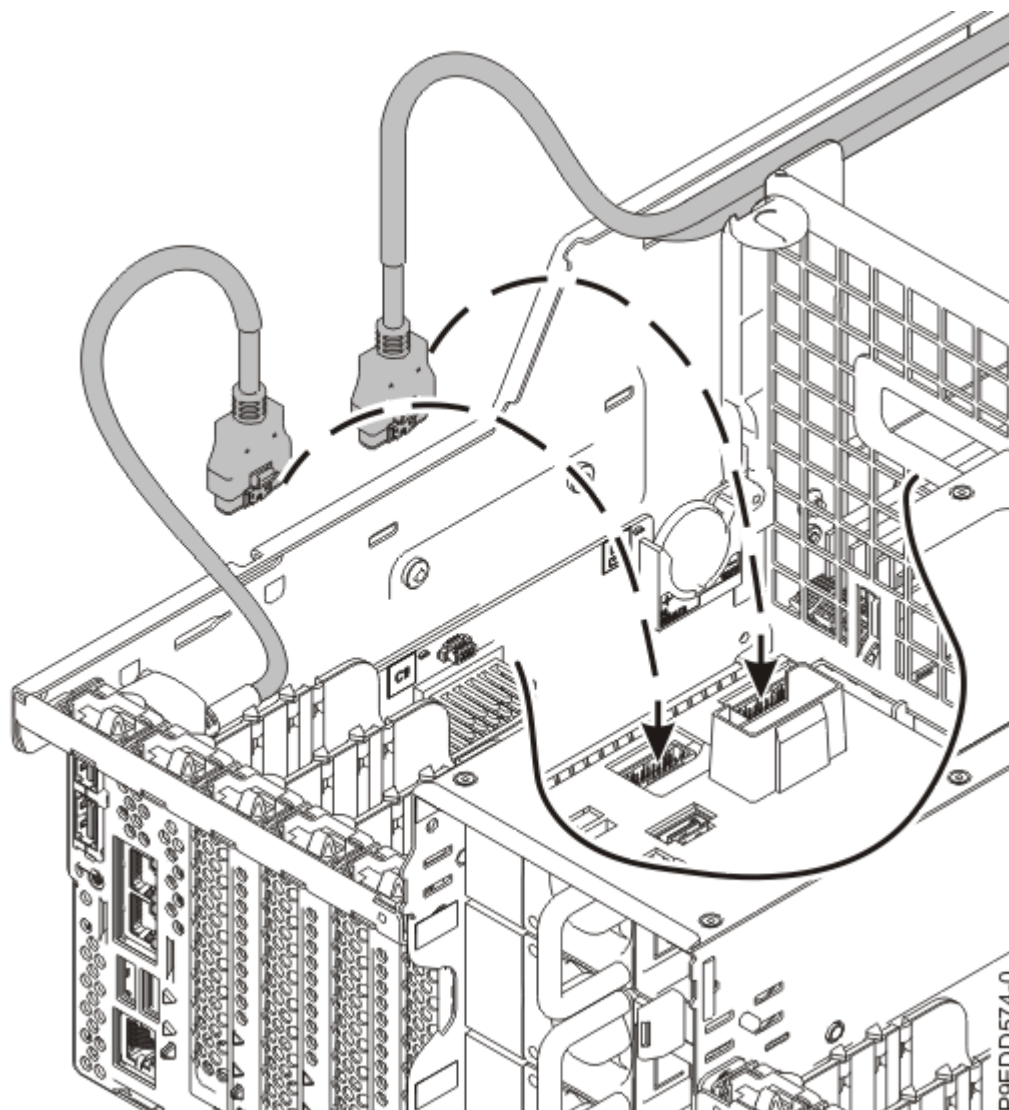

Figura 13. Substituir os cabos USB anteriores e posteriores
4. Ligue os cabos USB anterior e posterior no painel posterior do sistema conforme apresentado na Figura 13 na página 16.